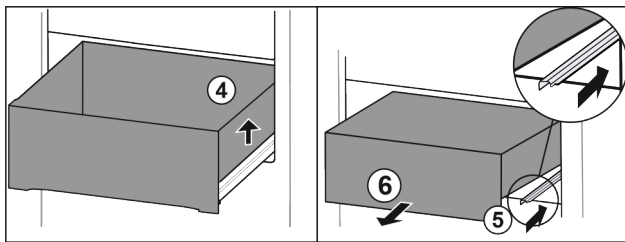

*Fig. 182*
- Paceliet atvilktni labajā pusē. *Fig. 182 (4)*
- Iebīdiet labo sliedi. *Fig. 182 (5)*
- Izņemiet atvilktni virzienā uz priekšu. *Fig. 182 (6)*